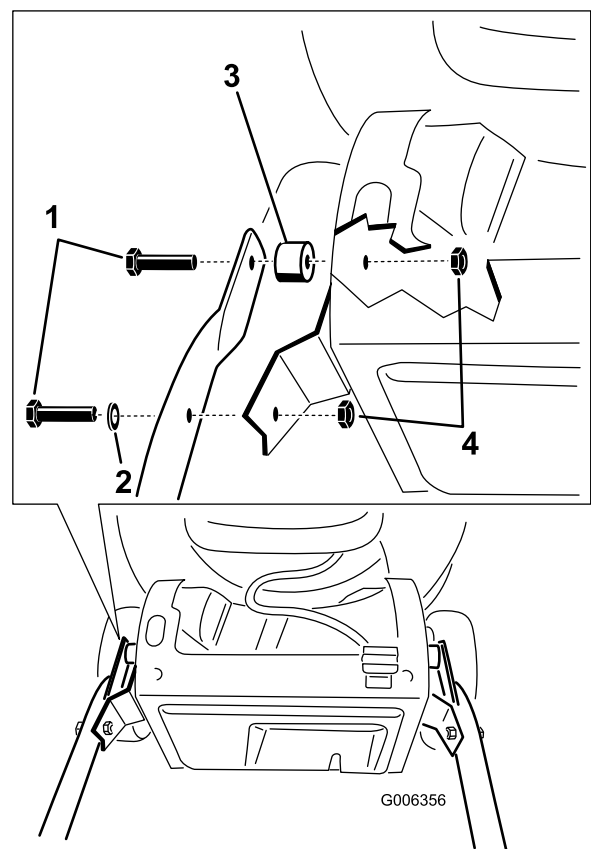

Figure 4
2. Fixez le guidon au carter de la tondeuse (Figure 4) au moyen de 4 boulons, 4 contre-écrous, 2 rondelles et 2 rondelles bombées fournies dans le sachet de pièces détachées.